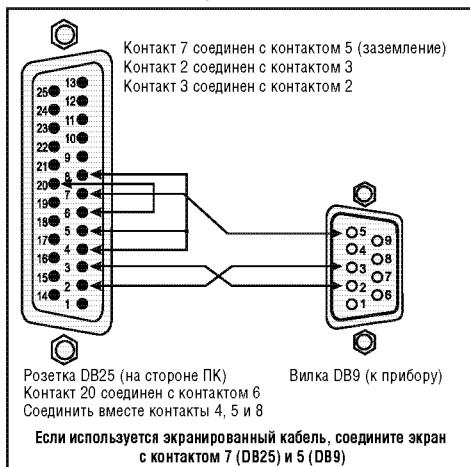

Рис. 13. Подсоединение к ПК (с 25-контактным разъемом) без нуль-модемного адаптера
- Подсоедините COM-порт DB25 ПК к порту RS-232 DB9 IN устройства **VS-1616A** в соответствии с рис. 13